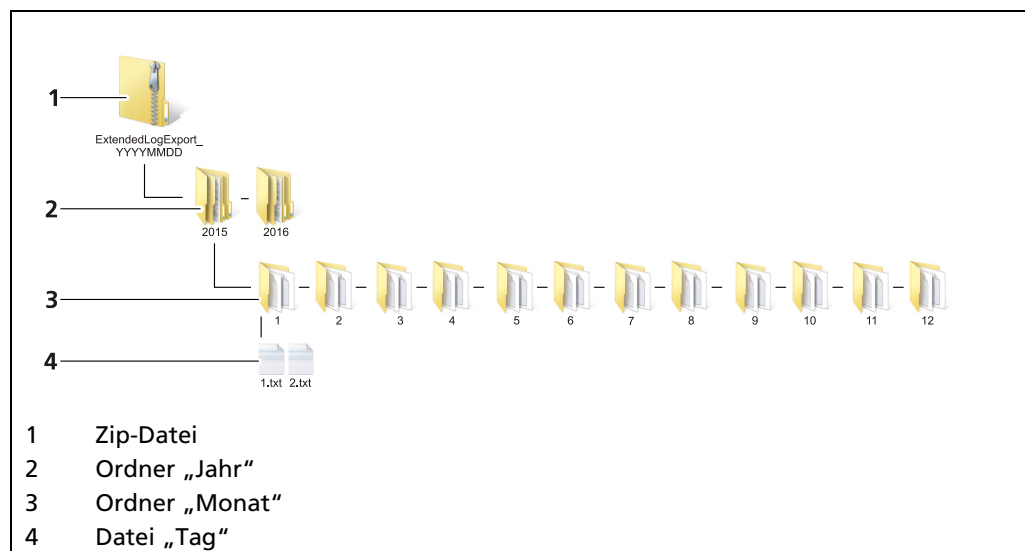

Abb. 111 Ordnerstruktur
1. Klicken Sie auf die Schaltfläche <Stopp> (Abb. 111, Pos. 2), um den Datenlog-Vorgang zu stoppen.
2. Klicken Sie auf das Eingabefeld „Logintervall“ (Abb. 111, Pos. 1) und geben Sie die Zeit in Sekunden an.
4. Klicken Sie auf die Schaltfläche <Start> (Abb. 111, Pos. 5), um den Datenlog-Vorgang zu starten.
1. Klicken Sie auf <Stopp> (Abb. 111, Pos. 2).
3. Klicken Sie auf die Schaltfläche <Export> (Abb. 111, Pos. 6).